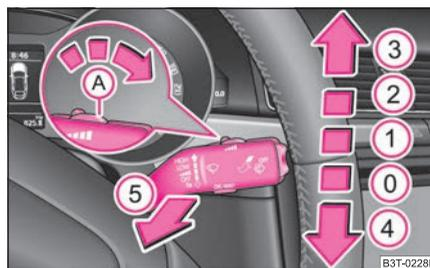

Abb. 58 Scheibenwischer-
Der Scheibenwischerhebel ⇒ Abb. 58 hat folgende Stellungen:
- Ist das langsame ② oder schnelle ③ Wischen eingeschaltet ⇒ Seite 66, Abb. 58 und die Geschwindigkeit des Fahrzeugs sinkt unter 4 km/h, wird automatisch in eine niedrigere Wischstufe geschaltet. Bei der Geschwindigkeitserhöhung über 8 km/h wird das vorherige Wischen wieder hergestellt.
Zum Reinigen der Scheinwerfer kommt es nach dem ersten und nach jedem fünften Bespritzen der Frontscheibe, wenn das Ablend- oder Fernlicht eingeschaltet ist und der Scheibenwischerhebel ca. 1 Sekunde in der Position ⑤ ⇒ Seite 66, Abb. 58 gehalten wurde.
- Drücken Sie danach innerhalb von 10 Sekunden den Scheibenwischerhebel in die Position ④ ⇒ Seite 66, Abb. 58 - die Wischerarme fahren in die Servicestellung.